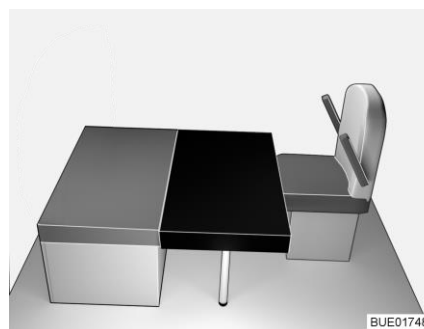

Fig. 163 Dopo la trasformazione
- Collocare il cuscino aggiuntivo rettangolare sul tavolo (davanti al cuscino dei sedili, vedi Fig. 163).